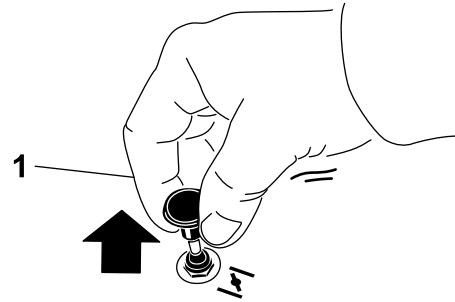

Figura 19
2. Presione hacia abajo el pomo del estarter para desactivar el estarter después de arrancar el motor (Figura 19).
1. Tire hacia arriba del mando para engranar el estarter antes de usar el interruptor de encendido (Figura 19).